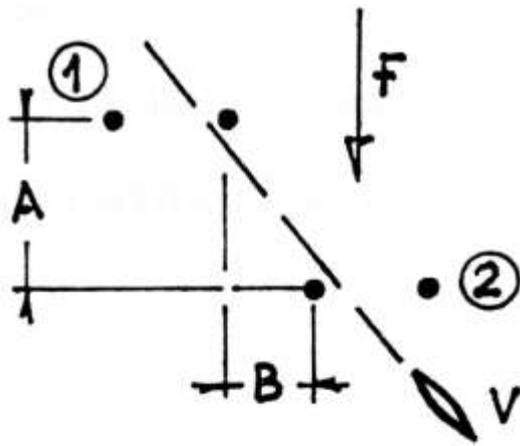

Fig. 1
Due porte si definiscono sfasate fra di loro quando non sono sullo stesso asse riferito alla direzione della corrente. Nella fig.1, sono rappresentate due porte che modificheranno la loro sfasatura per effetto delle variabili A e B. Per esempio aumentando B e riducendo A ne accentueremo la sfasatura o contrariamente la ridurremo. Stabilita la posizione, dobbiamo tener conto di altre due variabili che sono la velocità dell'acqua (F) e la velocità della canoa (V). Per superare quindi